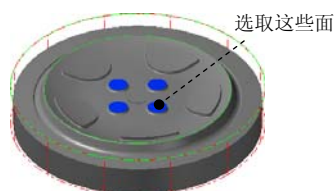

图 15.43 选取干涉面
(2) 单击 **干涉面** 区域中的  按钮，选取图 15.43 所示的面为干涉面（共 4 个），然后按 Enter 键。单击  按钮完成加工区域的设置，同时系统弹出“曲面精加工等高外形”对话框。